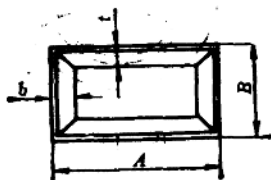

图 10
8. 用等边角钢 $b \times t$ 内弯直线切口矩形框架(见图 10), 写出其展开料长计算公式, 并作下料展开切口图。